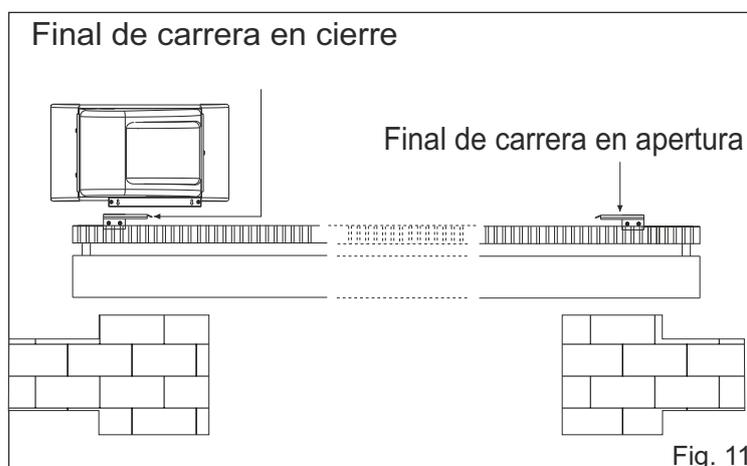

Fig. 11
6.1. Para instalar y regular los finales de carrera en apertura, seguir las instrucciones abajo (Fig. 11):
6.2. Para instalar y regular los finales de carrera en cierre, seguir las instrucciones abajo descritas (Fig. 11):